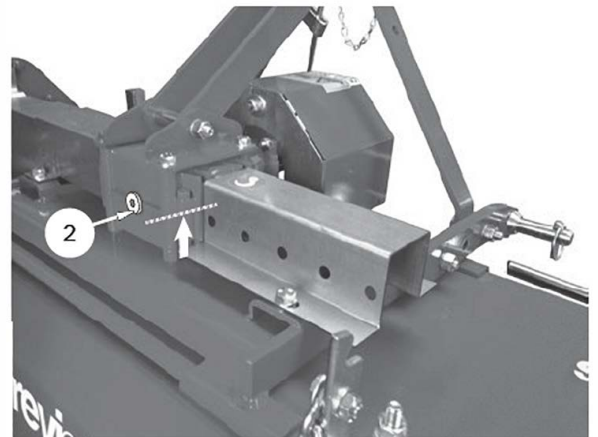

FIG. 21
- Desenroscar el tapón de nivel en el lado anterior casi debajo de la mitad longitudinal del grupo mismo (2, "Fig. 21")